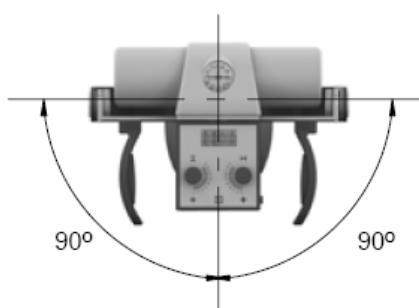

Рисунок 3.14 – Вращение блока источника рентгеновского излучения
- ± 90° относительно своей поперечной оси (см. рисунок 3.14). Значение угла, на который было произведено отклонение, отображается на индикаторе, расположеннном на рентгеновском излучателе.